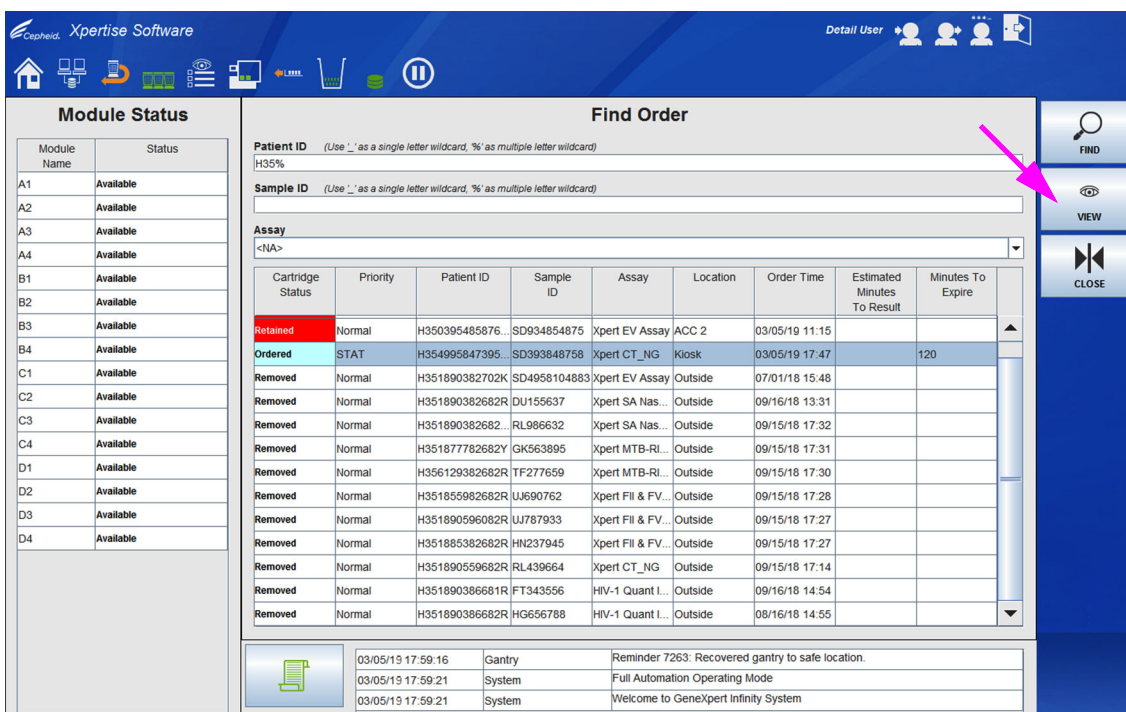

图 10-58. 显示指令状态的查找指令 (Find Order) 工作区示例
查找指令 (Find Order) 工作区会显示该指令 (参见图 10-58)。查找指令 (Find Order) 工作区会列出与您要求的患者 ID (Patient ID)、样品 ID (Sample ID) 和/或检测法相关联的指令。
5. 选择或突出显示您想查看的指令, 然后选择**查看 (VIEW)** 按钮。请参见图 10-58。